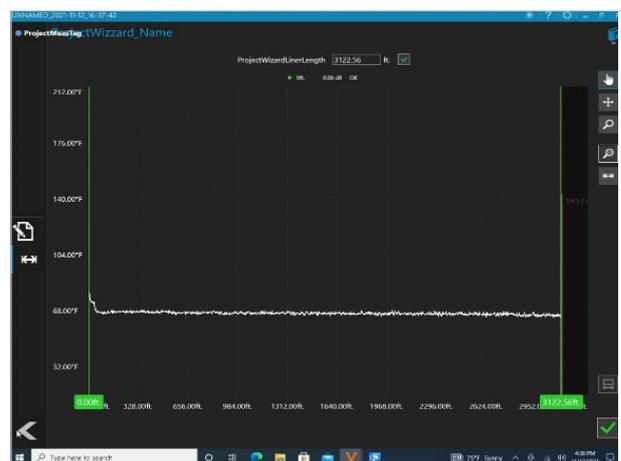

Abbildung 8: Lichtleiterlänge kalibrieren
- Klicken Sie auf das Kalibrierungssymbol – Geben Sie oben die Linerlänge ein – Klicken Sie das grüne Häkchen, und dann das grüne Häkchen unten rechts (siehe Abb. 8). Ihre Eingaben werden gespeichert und die QR-Code-Informationen werden angezeigt.